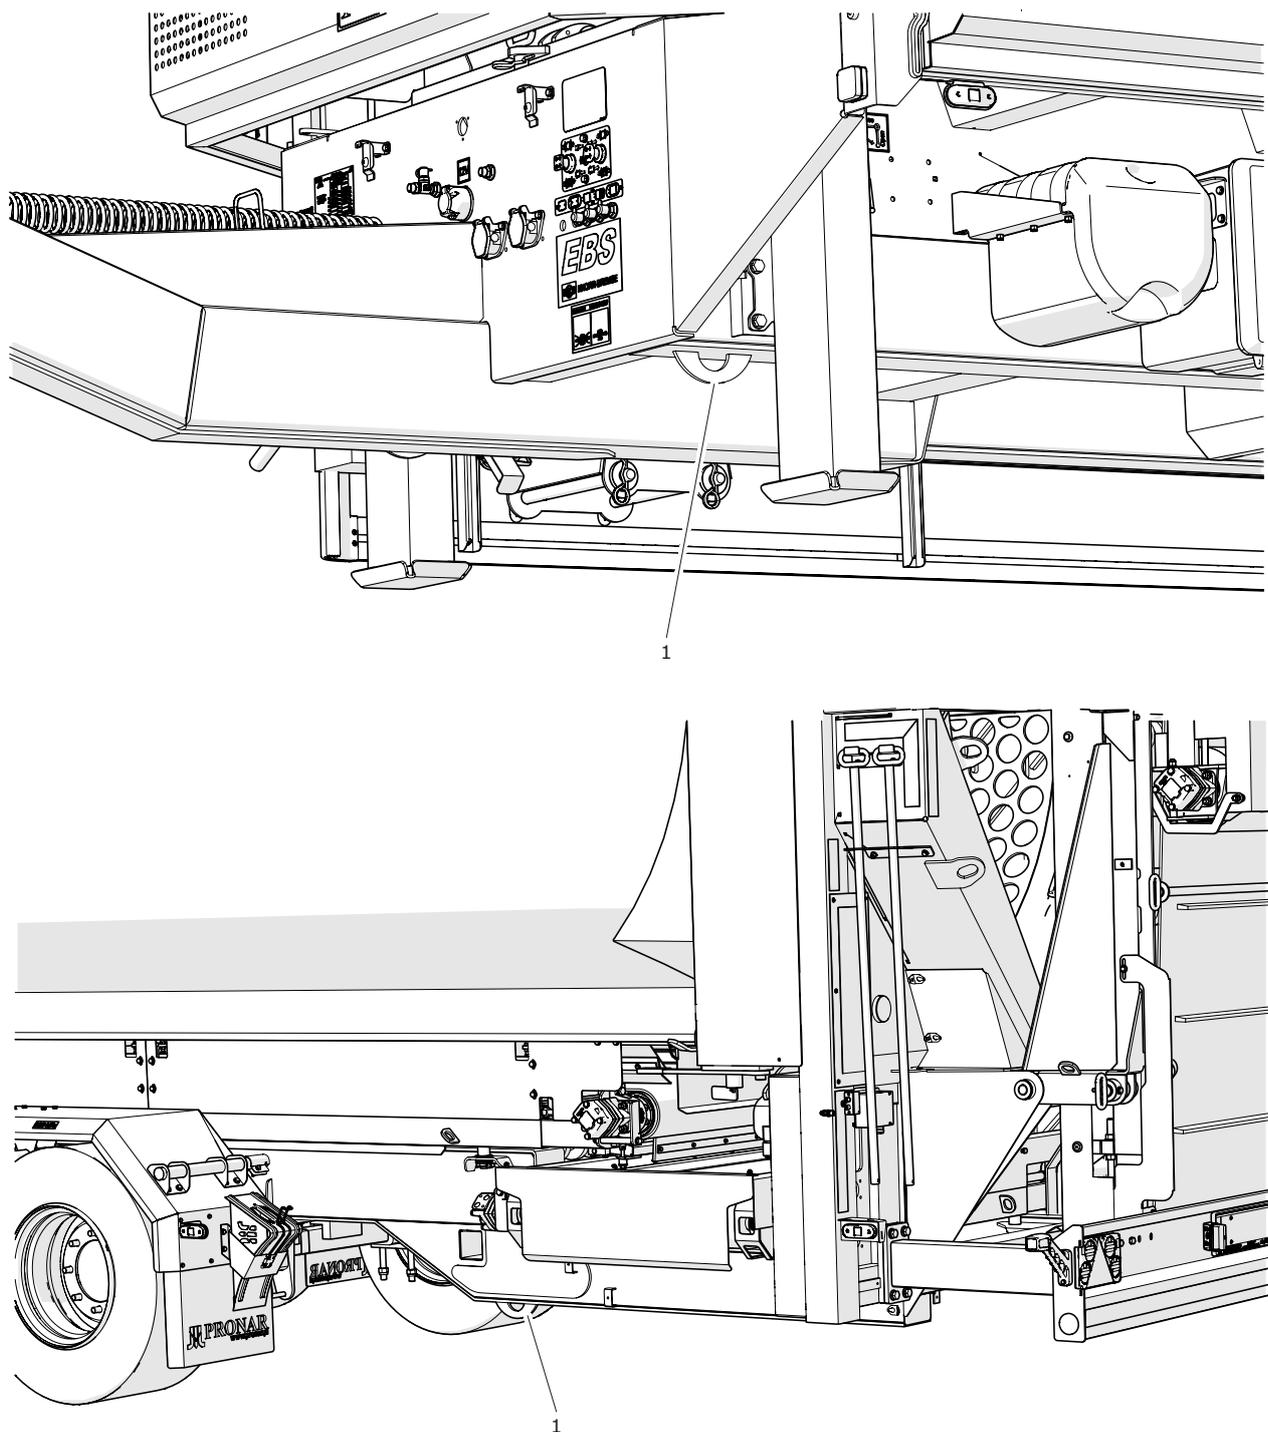

Abbildung 1.7 Empfohlene Befestigungspunkte
Das Trommelsieb muss sicher mithilfe von Gurten, Ketten, Abspannseilen oder anderen Befestigungsmitteln mit Spannvorrichtung auf der Plattform des Transportmittels befestigt werden. Die Befestigungselemente an den Befestigungshalterungen (1) befestigen – Abb. 1.7. Unter die Räder der Siebmaschine sind Radkeile, Holzbalken oder andere Elemente ohne scharfe Kanten zu legen, um die Maschine vor Wegrollen zu sichern. Die Blockaden der Räder müssen an